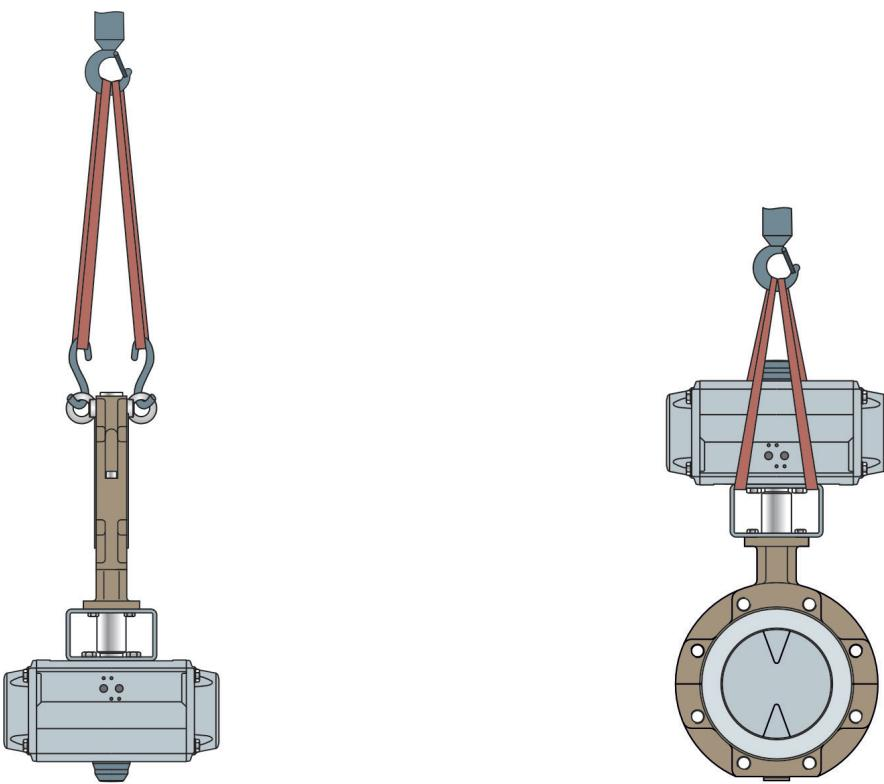

Figura 4-1: Pontos de elevação da válvula borboleta BR 10e
- ⇒ Utilizar um gancho com fecho de segurança como dispositivo de suspensão para que as lingas não possam deslizar do gancho durante a elevação e o transporte, ver figura 4-1.
- ⇒ Fixar cada uma das lingas ao dispositivo de suspensão (p. ex., gancho) da grua ou do empilhador, ver figura 4-1.
- ⇒ Fixar uma linga de elevação à consola e ao dispositivo de suspensão (p. ex., gancho) da grua ou empilhador, ver Figura 4-1. Ter em atenção a segurança, a capacidade de carga e o comprimento das língas.